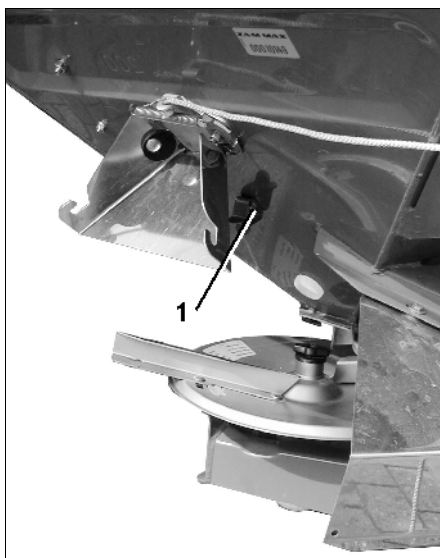
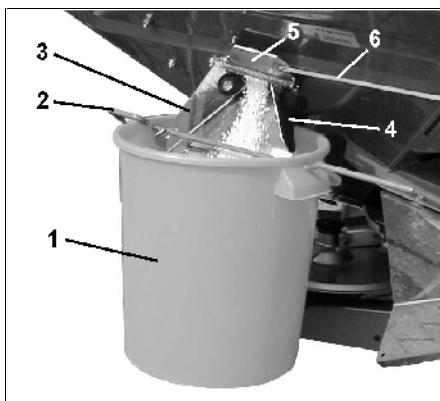

Fig. 34
Fig. 35
- Heng opp samlebeholderen (Fig. 35/1) ved hjelp av bøylene (Fig. 35/2) på utløpsrenna (Fig. 35/3) Sørg for at samlebeholderen blir festet i holderen (Fig. 35/4 u. Fig. 34/1).
- Hold sidespjeldet (Fig. 35/5) på utløpsrenna helt åpent i ca. 5 sek. ved hjelp av snora (Fig. 35/6) (for å sikre en jevn gjødselstrøm). Tøm så den oppsamlede gjødselmengde tilbake i sprederen.